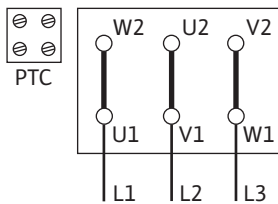

Fig. 12: Collegamento Δ
- L'alimentazione di rete dipende dalla potenza motore P2, dalla tensione di rete e dal tipo di connessione. Per il collegamento necessario ai ponti di connessione nella morsettiera, fare riferimento alla seguente tabella e alle Fig. 12 e 13.